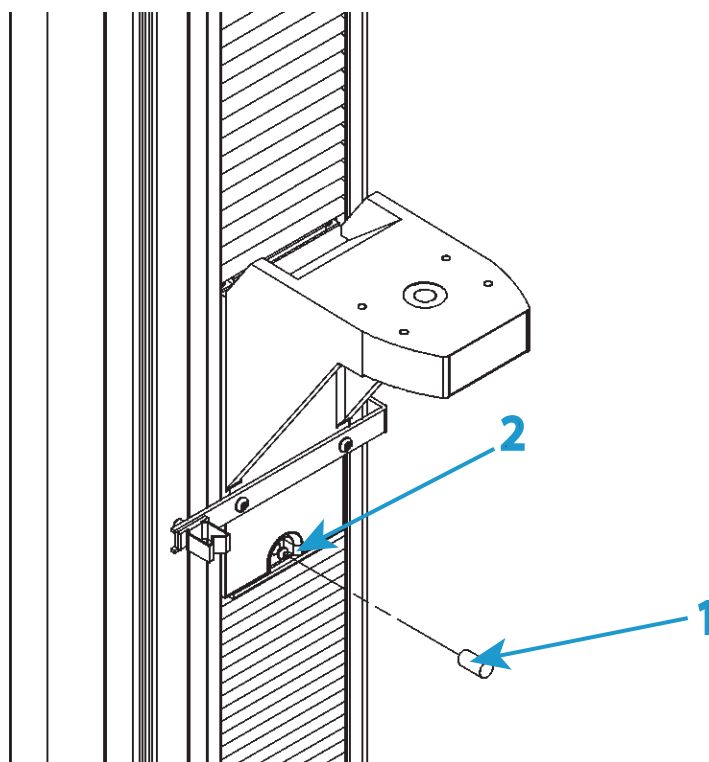
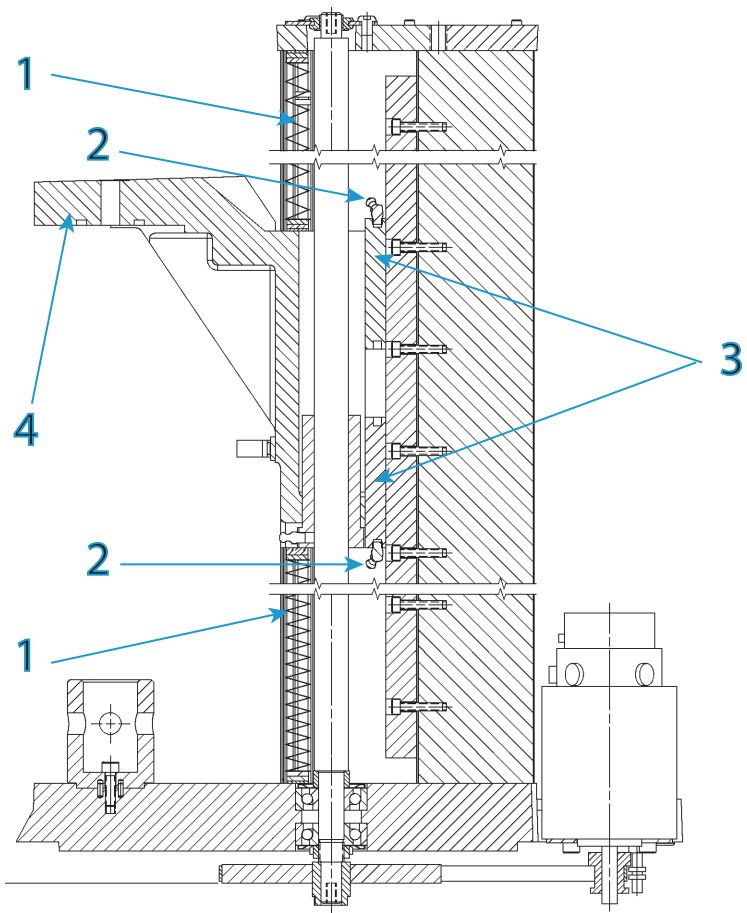

Figura 24. Lubricación de las tuercas redondas
Figura 25. Lubricador de los carros de la guía lineal
Este procedimiento se aplica al modelo 34SC-5, consulte Figura 24 en la página 130 y Figura 25 en la página 131.
Leyenda de Figura 24
Leyenda de **Figura 25**
1. Asegúrese de que el interruptor de alimentación esté desconectado (0) y desenchufe el cable de alimentación de la fuente de alimentación. Compruebe que no haya ningún LED iluminado en el panel de control del bastidor.
6. Extraiga las cubiertas del husillo de recirculación de bolas de la cruceta y apártelas de la cruceta. Consulte la Figura 25 en la página 131 para localizar el engrasador situado en cada carro.